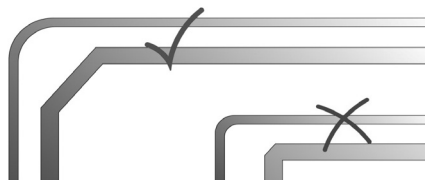

Рисунок 9 – Все изгибы должны иметь плавный переход
- обязательно следует учитывать диаметр и длину труб, количество стыков и поворотов в трубопроводе – все эти параметры влияют на потери напора станции. Все изгибы напорного трубопровода должны быть плавными (см. рисунок 9). Например, для поворота на 90°, рекомендуется использовать два угловых фитинга по 45°;